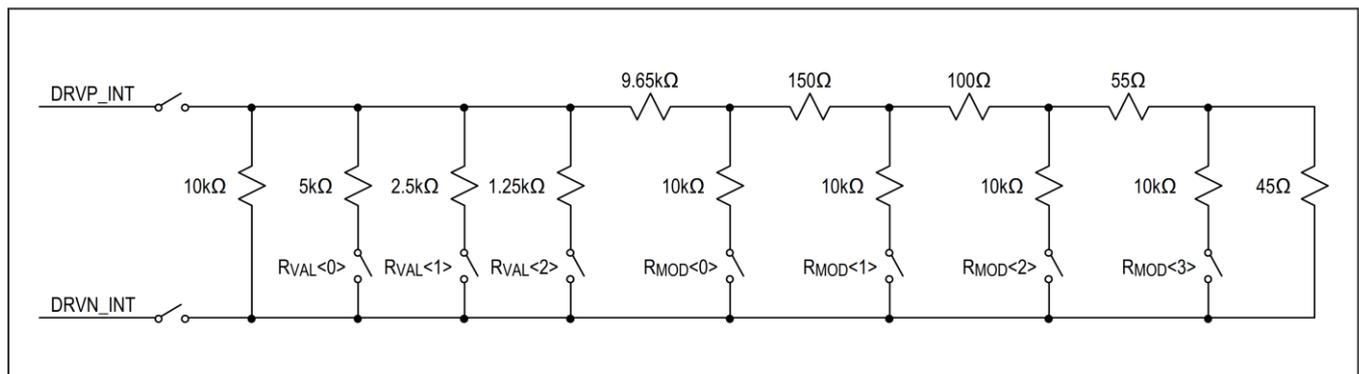

図 4. プログラマブル抵抗負荷の回路
DRVVP/DRVN ピンのプログラマブル抵抗負荷により、電流発生器 (CG) と BioZ チャンネル全体のセルフテストが可能です。実装の詳細については、図 4 を参照してください。